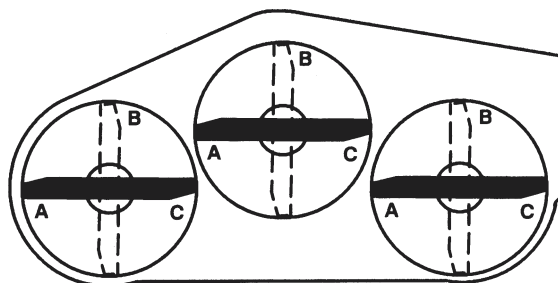

Fig. 21
5. Anbring alle tre knive i "A" positionen (fig. 21) og mål afstanden fra den vandrette overflade til den nederste del af spidsen på hver kniv (fig. 22).
6. Skriv målet, der fås ved "A", ned. Drej så knivene til "B" positionen (fig. 21), og mål afstanden mellem alle knivene og den vandrette overflade. Skriv målene ned (fig. 22).
7. Drej knivene til "C" positionen. Mål afstanden og skriv den målte afstand ned (fig. 21, 22).